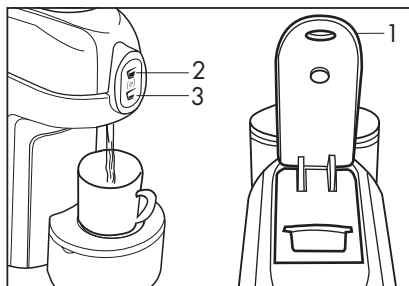

Fig. 8
- Cierre completamente la palanca (1), pulse un símbolo de dispensación (2-3) dependiendo del modelo y según el propio gusto pulsando nuevamente para detener la dispensación cuando se alcanza la cantidad deseada de café o de la bebida (Fig. 8).
- Durante la dispensación el símbolo dispensador (2) parpadea y termina cuando la dispensación se detiene.
- Para preparar un café largo (tipo Americano) pulse el símbolo dispensador (3) y después de preparar el café expreso y haber expulsado la cápsula gastada, dispense la cantidad de agua caliente deseada.
- Para extraer la cápsula levante lentamente la palanca (1). Si la cápsula no es expulsada, repita la operación o presione el botón dispensador (A-B-C) y al mismo tiempo levante la palanca (1).